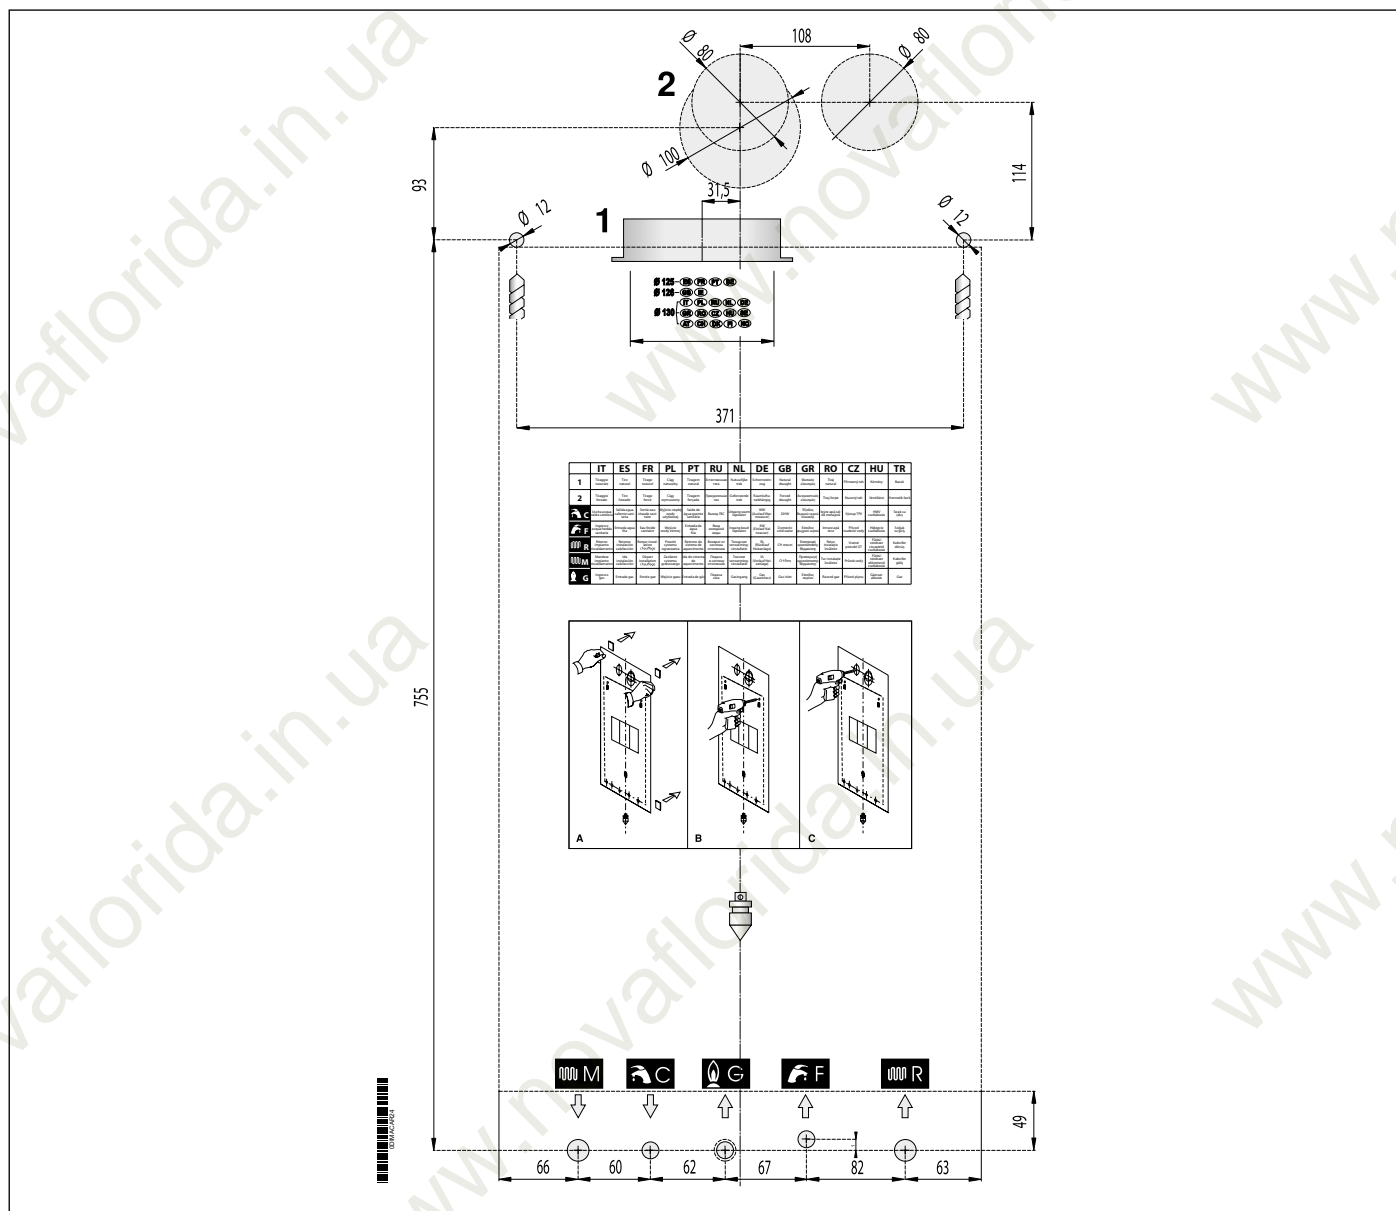

Рис. 7 Шаблон из картона
- монтажный шаблон (смотри Рис. 7 Шаблон из картона).
Каждый котел снабжен специальным шаблоном из картона (смотри Рис. 7 Шаблон из картона).